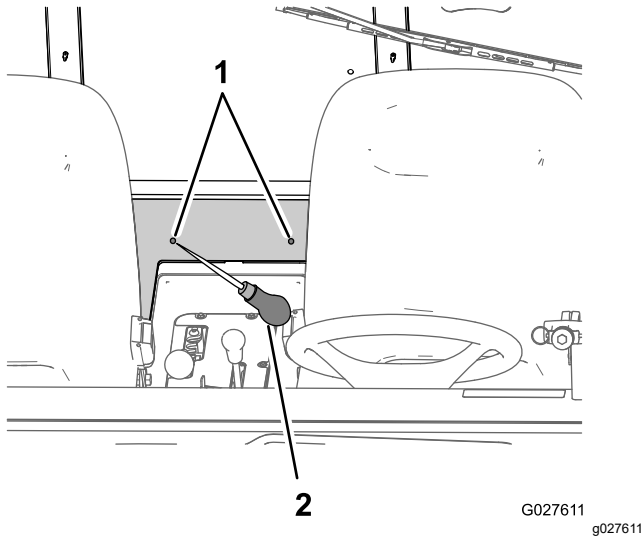

図 17
4. 干枚通しまたはポンチなどで、内部のパネルに穴を開ける 図 17 ステップ 3 で決めた位置に合わせて開ける。